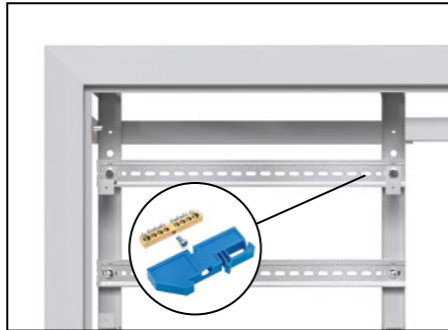

Рис. 13
1.2 Установите и закрепите шину N на изоляторе* (приобретается отдельно) на месте указанном на Рис. 13.